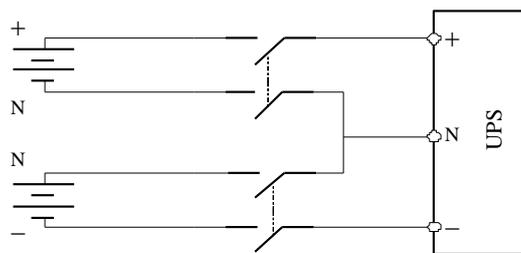

Рисунок 6-1. Схема подключения батарей, выключателя батарей и ИБП (четырёхпроводное подключение батарей)
1. Если внешние батареи имеют независимые группы положительных и отрицательных отводов (от батареи отходят 4 провода), из-за ограничения номинального тока для ИБП рекомендуется использовать один 4-полюсной автоматический выключатель постоянного тока в литом корпусе (номинальное напряжение постоянного тока автоматического выключателя должно быть равно 250, 500 или 750 В постоянного тока для 1, 2 или 3 полюсов соответственно, а номинальная предельная отключающая способность при коротком замыкании должна составлять 35 кА) или два 2-полюсных автоматических выключателя постоянного тока в литом корпусе (номинальное напряжение постоянного тока одного автоматического выключателя должно быть равно 250 или 500 В постоянного тока для 1 или 2 полюсов соответственно). См. схему подключения батарей, выключателя батарей и ИБП на рис. 6-1.